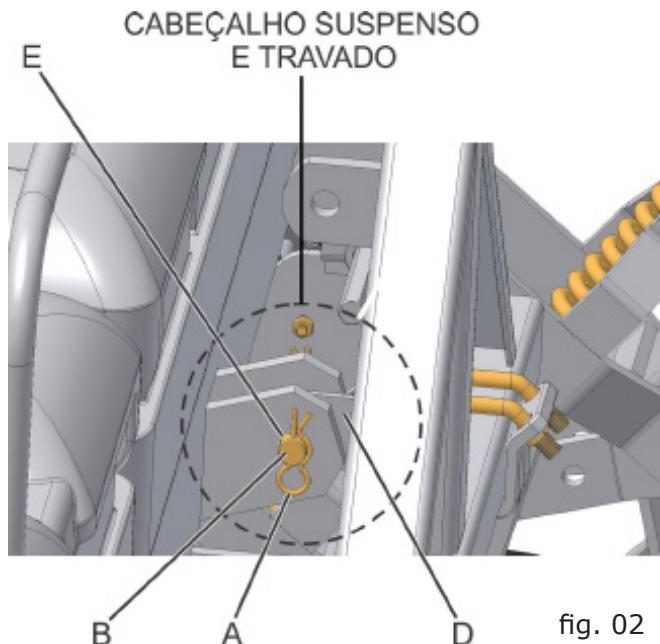

fig. 02
Suspenda o cabeçalho e introduza os pinos (B) nos furos D e E, travando-os com os pinos trava "R" (A) (fig. 02).